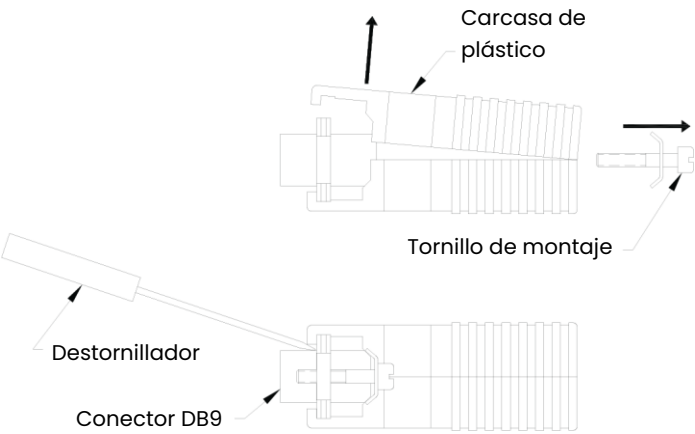

Figura 10: Abrir la carcasa del conversor
- 5. Utilice un destornillador pequeño para abrir la *carcasa de plástico* del conversor de la interfaz en serie, como se muestra en la figura 10.